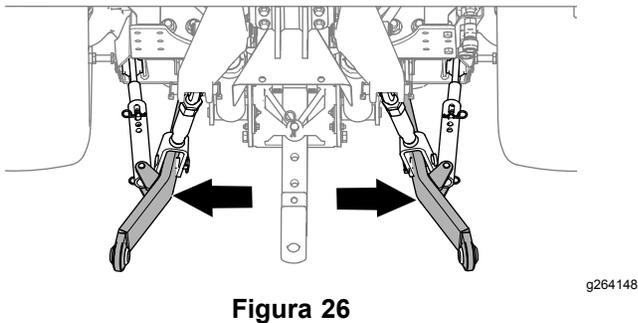

Figura 26
4. Ajuste os braços do estabilizador (**Figura 26**) totalmente para fora; consulte o *Manual do utilizador* da m quina de reboque.